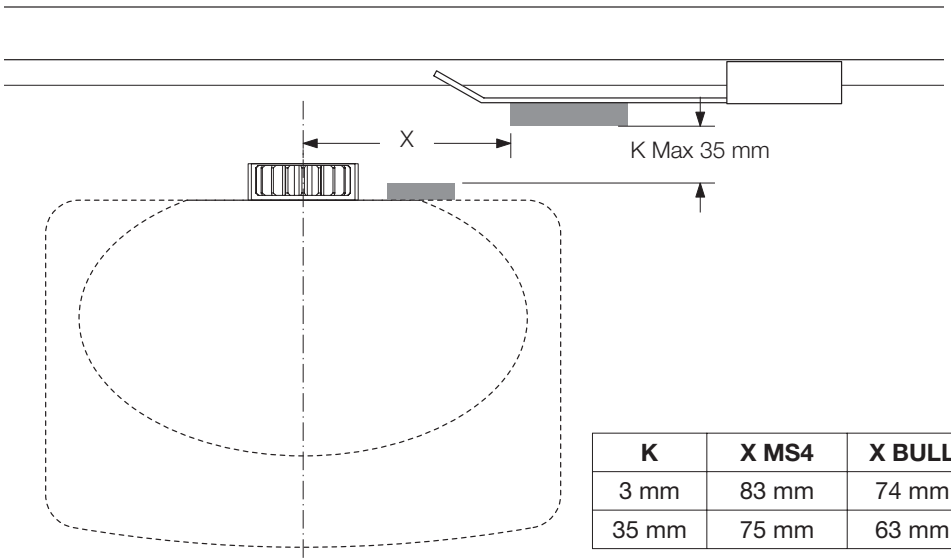

Fig.9
Solo a titolo indicativo vengono riportate nella tabella di Fig. 9 alcune distanze di intervento del sensore (quota X) riferite a distanze K di 3 e 35 mm per i modelli MS4 e BULL.
The distances regarding the triggering of the sensor (value X) with respect to distance K of 3 and 35 mm, for models MS4 and BULL, which are shown in Fig. 9 are only indicative.
**WICHTIG:** Der richtige Abstand zwischen Magnet und Sensor ist von den Installationseigenschaften abhängig und kann nicht im Voraus festgelegt, sondern muss durch Versuche ermittelt werden, Orientierungsweise werden in der Tabelle in Abb. 9 einige Abstände für den Betrieb des Sensors (Maß X) aufgeführt, die sich auf Abstände (K) von 3 und 35 mm für die Modelle MS4 und BULL beziehen.